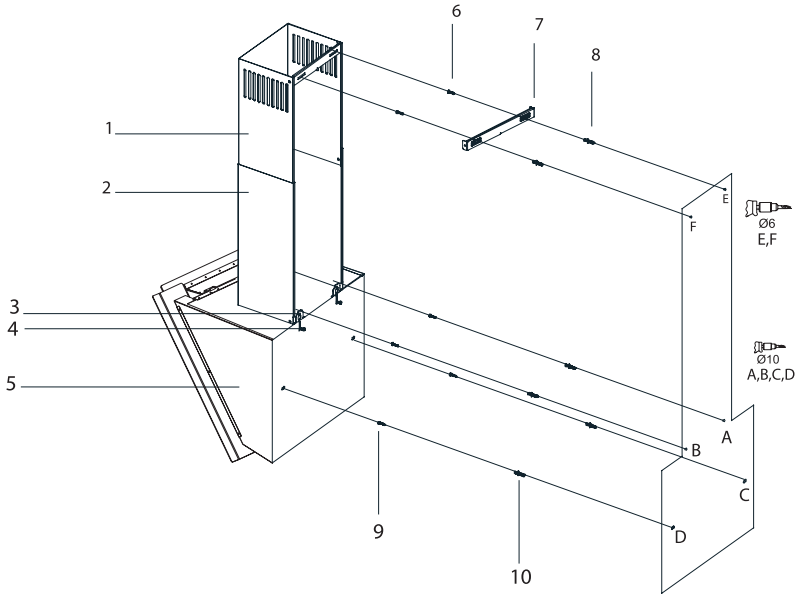

Abb. 9: INSTALLATION DER BAUGRUPPE UND KOMPONENTEN
Montieren Sie die Abzugshaube mit Hilfe des Montageschemas durch. Befestigen Sie das Montageschema an der Wand in der vorgesehenen Höhe (siehe dazu die Mindest- und Höchstabstände zur Arbeitsfläche im Montageschema). Bohrpunkte A, B, C und D. (Abb. 9). Stecken Sie die Ø10mm-Wanddübel (5) in die gebohrten Löcher A, B, C und D und drehen Sie die Schrauben an den Punkten A + B so ein, dass ein Abstand von 5 mm zwischen dem Schraubenkopf und der Wand gewährleistet ist (Abb. 9).